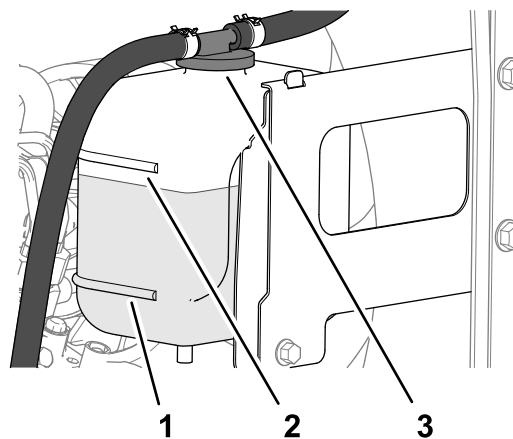

Рисунок 111
3. Проверьте уровень охлаждающей жидкости в расширительном бачке (Рисунок 111).